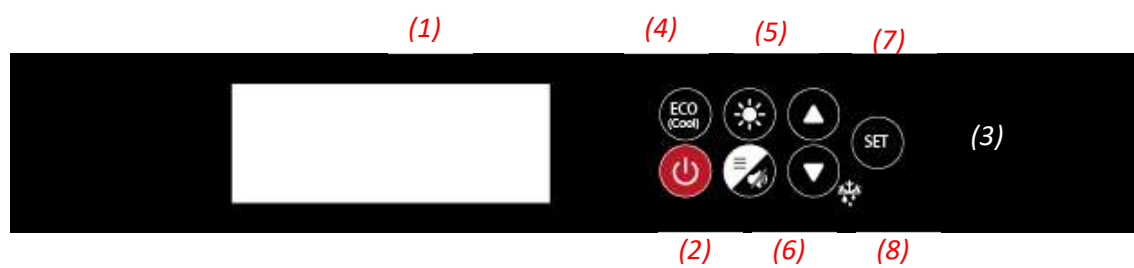

Fig. 9
El encendido y apagado del aparato se realiza mediante el pulsador de puesta en marcha integrado en el termostato (fig. 9) pulsando el botón de **ON/OFF** (2) durante 5 segundos. Para intervenciones de mantenimientos, cortar la tensión eléctrica para no dañar el sistema, si sólo se apaga, el aparato permanece en stand-by.